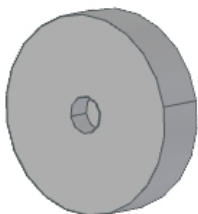

Рис. 3
2) Рециркуляции (рис. 4б) - внутренняя циркуляция воздуха с использованием угольного фильтра (рис. 3).
При внутренней циркуляции следует установить угольный фильтр (рис. 3).
Если Вы используете газовую плиту или газовую поверхность, расстояние "А" между нижней частью вытяжки и поверхностью для приготовления пищи должно составлять не менее 65 см, если электрическая не менее 50 см (Рис.3). Во время монтажных работ следует соблюдать действующие положения по отводу воздуха. Когда вытяжка используется одновременно с устройствами сжигания газа или другого топлива, в помещении должна быть надлежащая вентиляция. Для оптимального отведения воздуха следует использовать жесткую пластиковую трубу диаметром 120 мм для вытяжек VI 5512 A 1000, а для вытяжек серии VI 8522 A 1000 – трубы диаметром 150 мм с применением соответствующего переходника или с помощью труб и фитингов с круглым сечением.